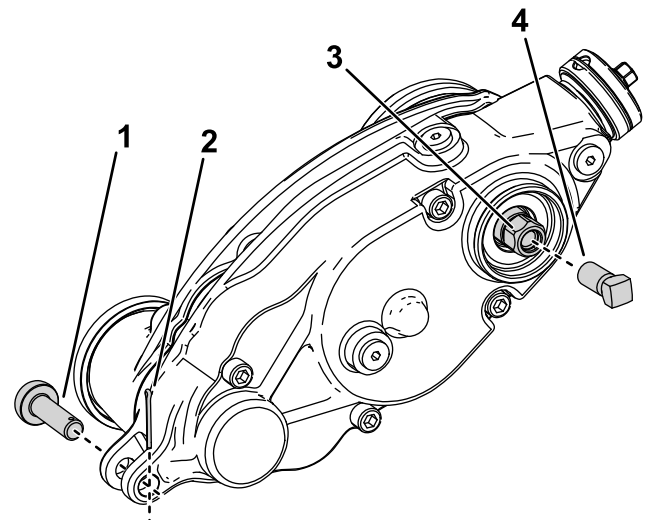

Figura 25
5. Instale o parafuso de reforço (peça n.º 1-803022—vendida em separado) nas roscas internas da cabeça sextavada da transmissão do rastelo e aperte com 13,5 Nm como se mostra na Figura 25.
6. Remova a caixa da transmissão do rastelo do cilindro de corte rodando a cabeça sextavada da transmissão do rastelo (Figura 25).